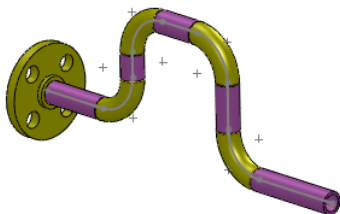

图 11.3.7 最终结果
Step8. 单击“退出草绘”按钮，最终完成结果如图 11.3.7 所示。
说明：图 11.3.7 所示的管道线路中除法兰外由两类零件组成，其中梅红色为 Step6 中（1）所选取的管道类型；黄色为 Step6 中（3）所选取的弯管类型。